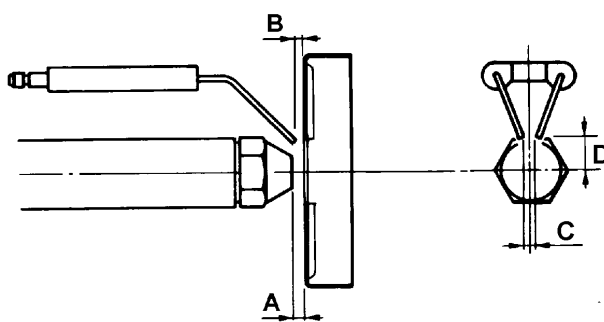

Рис. 16
- Проверка запальных электродов и соответствующих керамических изоляторов, чистка, при необходимости, закрепить их или заменить (см. Рис. 16).